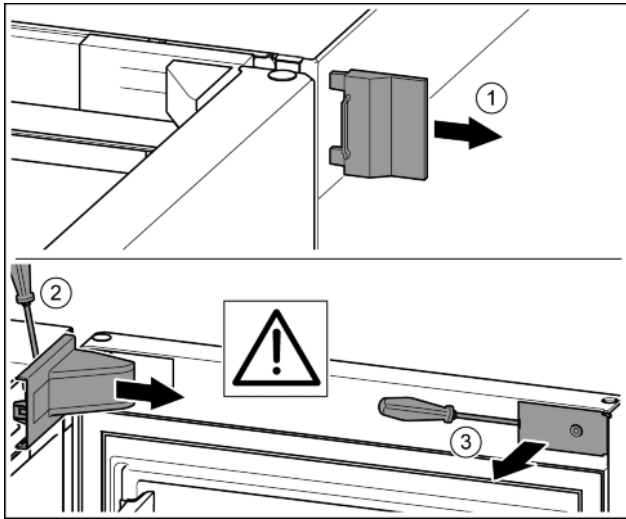

Fig. 8
- Retirer le cache extérieur. Fig. 8 (1)
- Débloquer le cache du support de palier à l'aide d'un tournevis et le libérer. Retirer le cache du support de palier. Fig. 8 (2)
- Dégager le cache avec le tournevis et l'incliner sur le côté. Fig. 8 (3)